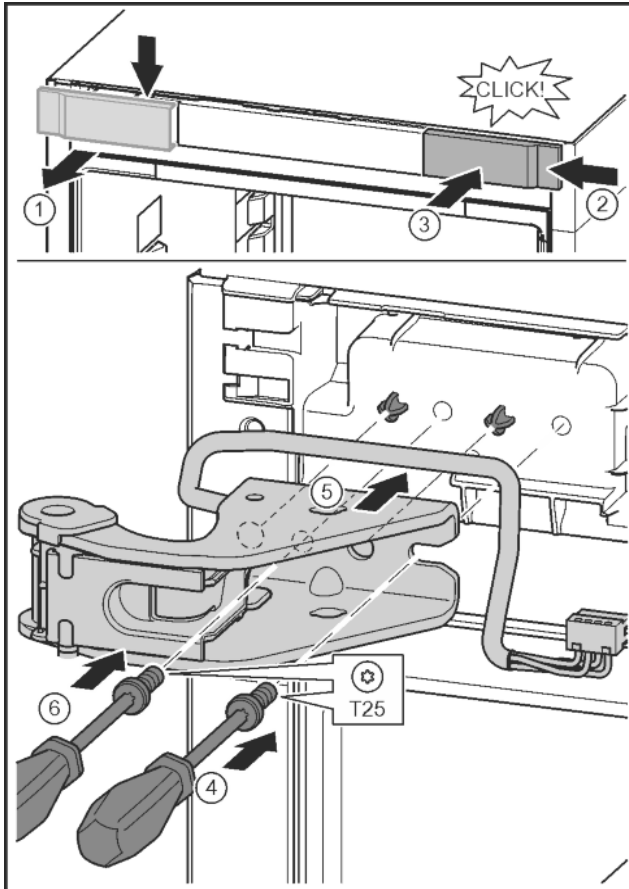

Fig. 32
- ▶ Відпустіть кришку та зніміть збоку. Fig. 32 (1)
- ▶ Почепіть кришку, що повернута на 180°, з іншого боку праворуч. Fig. 32 (2)
- ▶ Зафіксуйте кришку. Fig. 32 (3)
- ▶ Встановіть гвинт за допомогою викрутки T25. Fig. 32 (4)
- ▶ Встановіть верхній опорний кронштейн. Fig. 32 (5)
- ▶ Закрутіть гвинт. Fig. 32 (4)
- ▶ Встановіть та закрутіть гвинт за допомогою викрутки T25. Fig. 32 (6)